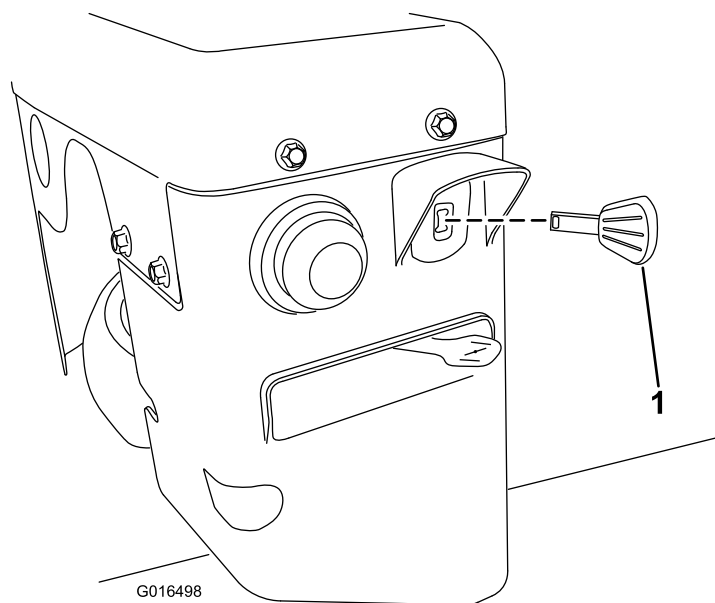

Figure 21
3. Insérez la clé de contact à fond dans le commutateur d'allumage (Figure 21).